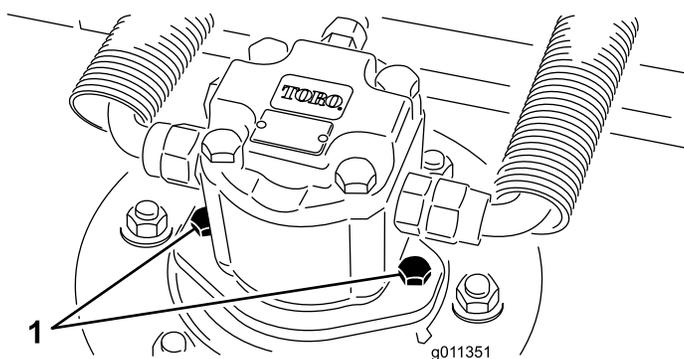

Figura 78
2. Desligue e retire o motor hidráulico da unidade de corte (Figura 78). Cubra a parte superior do eixo para não o sujar.
3. Instale o motor hidráulico na unidade de corte (Figura 78). Verifique se o anel de retenção está posicionado corretamente e não está danificado.